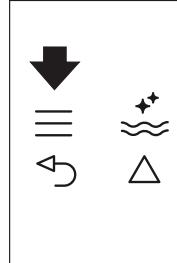

Fig. 22
- ▶ Apăsați pe pictograma (B2) pentru a accesa meniul (Fig. 22) sau apăsați pe pictogramele